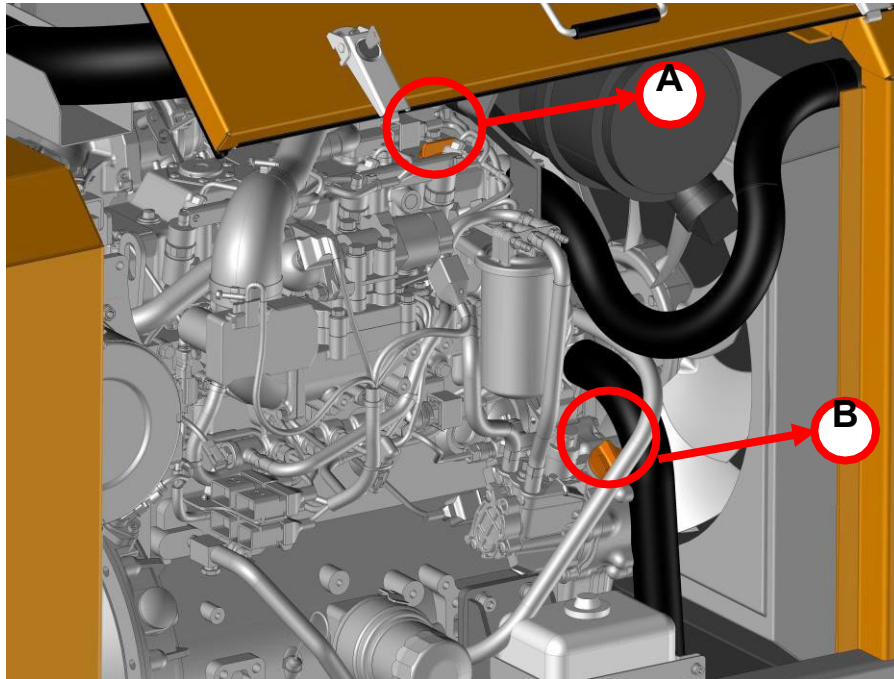

Abbildung 38. Deckel für Motoröl
4. Öffnen Sie einen der Öltankdeckel (A oder B), wie in Abbildung 38 gezeigt.